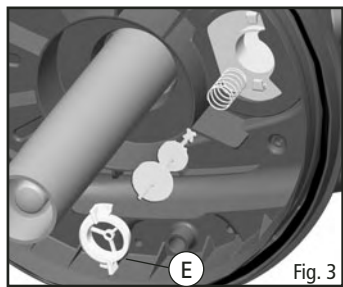

Fig. 3
- 11) Au besoin, nettoyer l'indicateur de nettoyage (U) après l'avoir désassemblé comme suit : 1) enlever la bride de retenue (E) en la faisant tourner en sens inverse des aiguilles d'une montre, 2) retirer l'indicateur et son ressort. Rincer toutes les pièces dans l'eau et les réassembler avec soin (Fig. 3 et Fig.4).
- 12) Inspecter et nettoyer les deux lames pour la mousse (L) et les tiges. Au besoin, remplacer les lames par des nouvelles. Chaque lame peut facilement être détachée de la tige en dévissant la vis au milieu.
- 14) Réassembler l'appareil avec soin. S'assurer que la masse filtrante biologique ne perturbe pas le plateau de soutien (N) et qu'il est remis en état correctement.